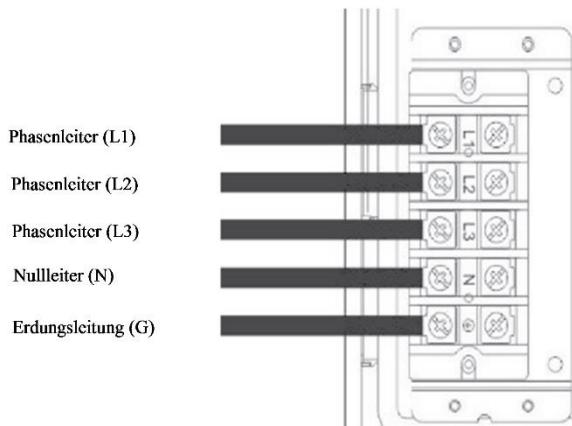

Abbildung 9. Anschluss des Gerätes
- Schließen Sie den Elektrokessel unter strikter Beachtung des Anschlussschemas (Abbildung 9) an das Stromnetz an.
- Abbildung 9 zeigt ein Schema für den Anschluss des Netzwerkkabels an die Klemmleiste.
- Die Verbindung L1-L2-L3-N-G von oben nach unten, wie in Abbildung 9 dargestellt.